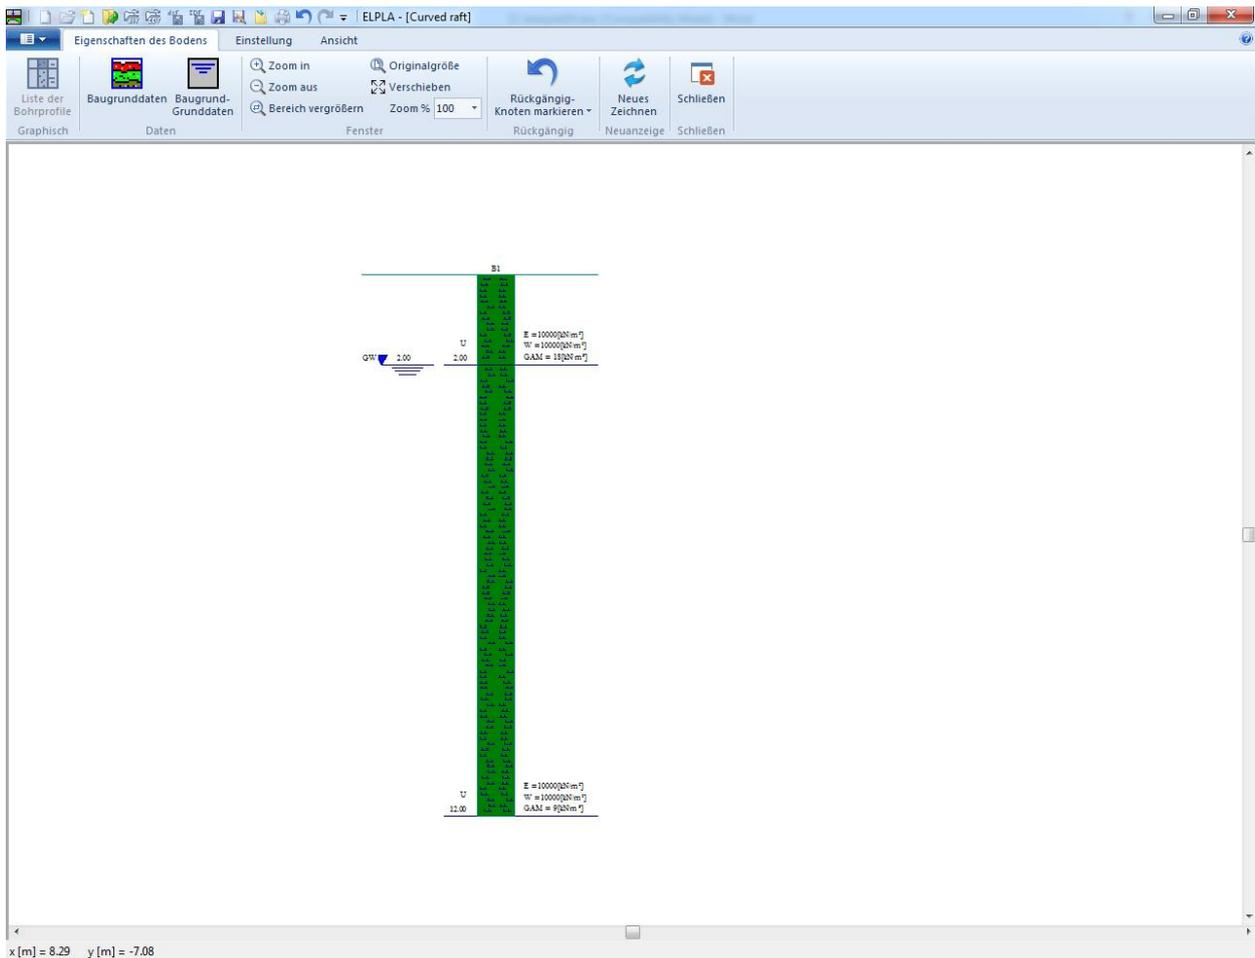

Bild 10.23 Bohrprofil auf dem Bildschirm
Nach der Definition aller Baugrunddaten sollte der Bildschirm wie das folgende Bild 10.23 aussehen.
- Wählen Sie "Speichern" aus dem Menü "Datei" im Bild 10.23, um die Baugrunddaten zu speichern
- Wählen Sie "Schließen" aus dem "Datei"-Menü im Bild 10.23, um das Fenster "Eigenschaften des Bodens" zu schließen und zum Hauptfenster des Programms *ELPLA* zurückzukehren